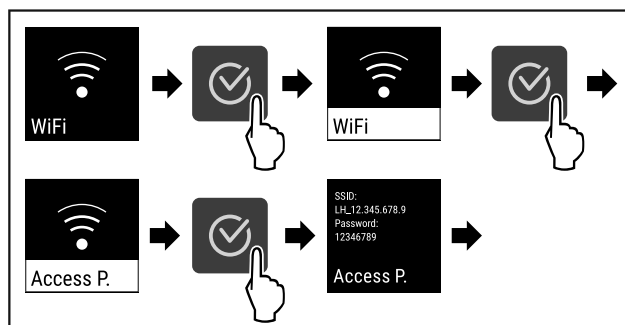

Fig. 85
- ▶ Hajtsa végre a művelet lépéseit (lásd Fig. 85).